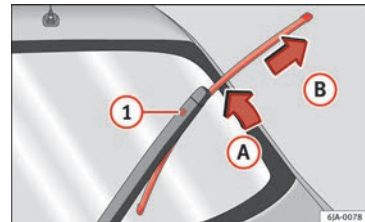

Fig. 70 Escobilla del limpialuneta.
- Retire el brazo del limpialuneta desde el cristal moviendo ligeramente la escobilla en el sentido del brazo – flecha (A) » fig. 70.
- Con la otra mano desbloquee el seguro ① y saque la escobilla en el sentido de la flecha (B).